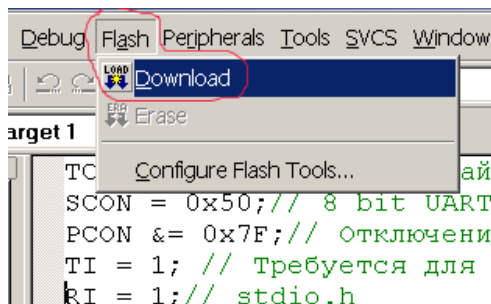

Рис. 26.
2. При помощи меню *Flash* -> *Download* запустить среду T2 на выполнение командного файла load.txt (см. рис. 26). После чего необходимо перезагрузить стенд (нажав на кнопку сброс).